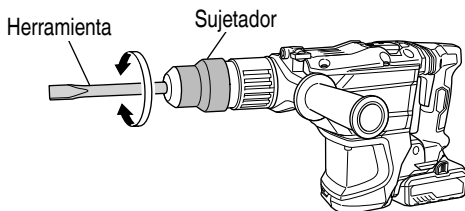

Fig. 25
- Gire el agarre o la herramienta como se ilustra en la Fig. 25 y fije la herramienta en la dirección de funcionamiento deseada.